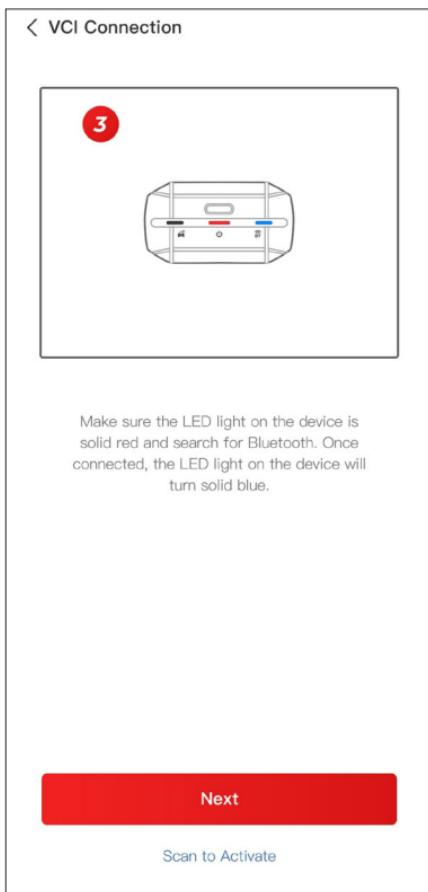

Figure 3-6
③ Assurez-vous que la lumière LED de l'appareil est rouge fixe et cherchez Bluetooth. Une fois connecté, la lumière LED de l'appareil passera au bleu fixe (voir Figure 3-6).